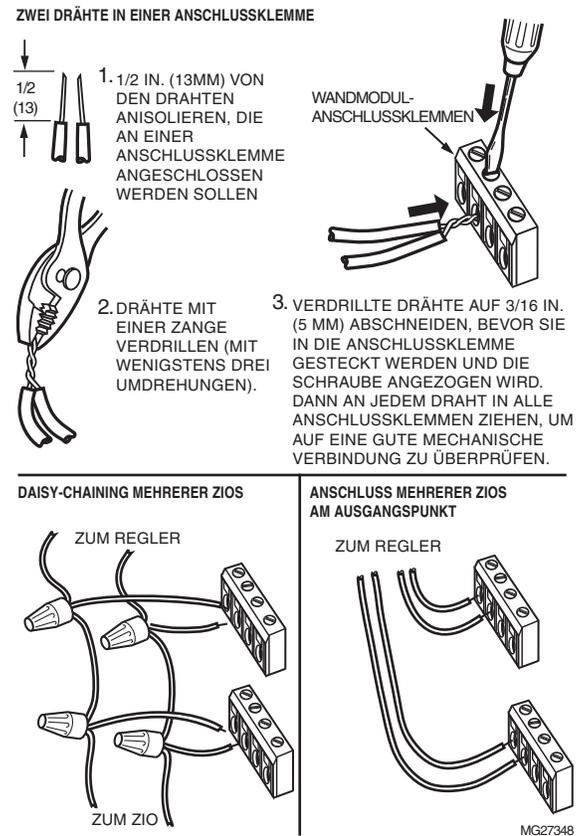

Abb. 5. Optionen für die Verdrahtung mehrerer TR40/42-Geräte.
1. Bei einzelnen Drähten 3/16 Inch (5 mm) abisolieren. Bei mehreren Drähten an einer Anschlussklemme 1/2 Inch (13 mm) Isolierung vom Leiter abisolieren. Siehe Abb. 5 für die Verdrahtung von mehreren TR40/42-Geräten.